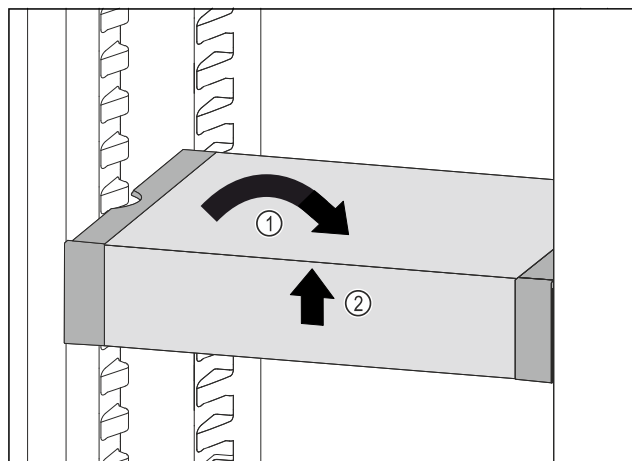

Fig. 90
- ▶ Plasser VarioSafe rett. Fig. 90 (1)
- ▶ Løft VarioSafe opp i forkant. Fig. 90 (2)